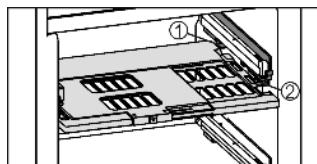

Fig. 16
- ▶ Установка пластины регулировки влажности: попречные ребра крышки на пластине вставить через низ в задний держатель Fig. 16 (1) и защелкнуть спереди на держателе Fig. 16 (2).